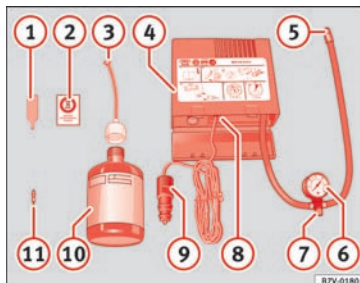

Fig. 97 Havarisættets dele
» Fig. 97:
Tilslut dækpåfyldningsslangen » » Fig. 97 ⑤ igen, og aflæs dæktrykket på dæktryksmåleren ⑥.